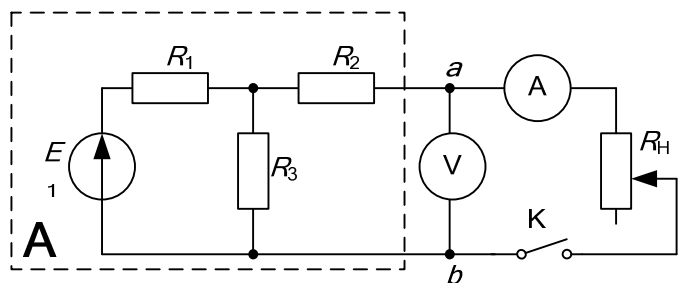

Рис. 2.2.
где $R_{\text{H}} = U_{\text{ab}}/I$ – сопротивление нагрузки (рис. 2.2), R_{Γ} – сопротивление генератора, $J_{\Gamma} = I_{\text{КЗ}}$.
Схема приведена на рис. 2.2. Часть цепи, обведенная пунктиром, представляет собой активный двухполюсник с источником постоянной ЭДС $E = 15$ В и сопротивлениями R_1, R_2, R_3 , значения которых следует выбрать из табл. 1.1 согласно варианту, указанному преподавателем.
3. Определите в общем виде аналитически E_{Γ} и R_{Γ} для схемы рис. 2.2, полагая E, R_1, R_2, R_3 известными.
2. Собрать цепь по схеме рис. 2.2 и в режимах холостого хода и короткого замыкания, а также при пяти значениях сопротивления R_{H} измерить напряжение U_{ab} и ток I на выходе двухполюсника. Результаты измерений внести в табл. 2.1.